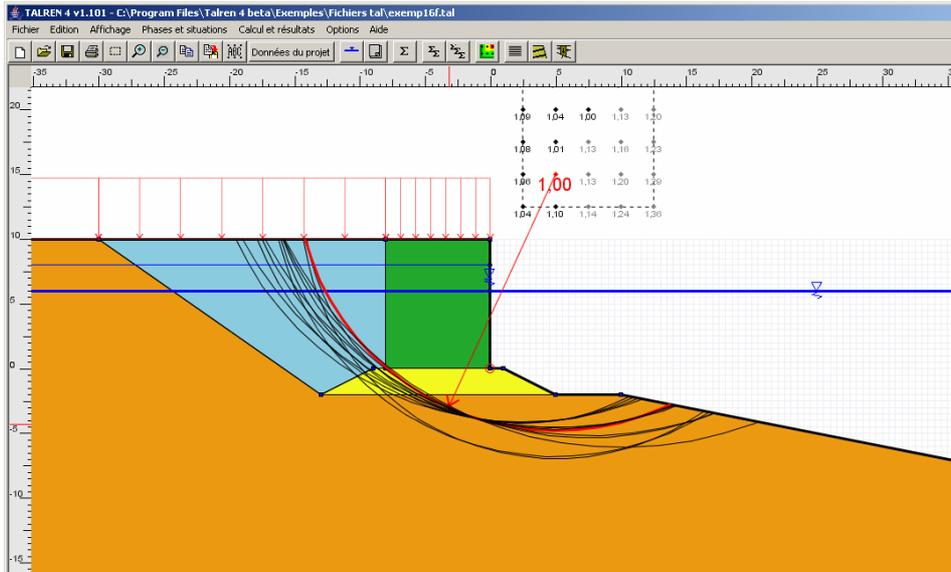

Figure 120 : exemple d'affichage des cercles correspondant à une certaine fourchette de valeurs pour le coefficient de sécurité
- Les surfaces correspondant à une certaine fourchette de valeurs pour le coefficient de sécurité (Figure 120) ;